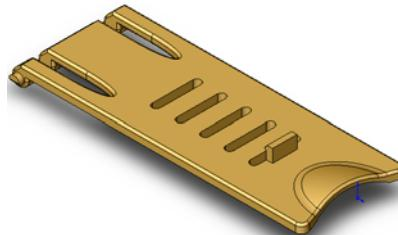

图 3-173 支撑架
(1) 产生如图 3-173 所示的支撑架本体。草图尺寸如图 3-174a 所示；拉伸长度 26mm，方式为两侧对称，拉伸实体后如图 3-174b 所示。